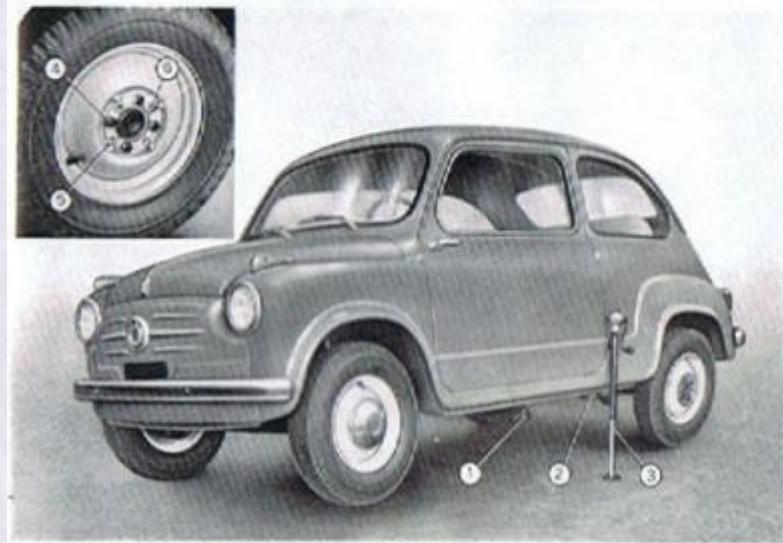

Fig. 52: Løftning af vognen med donkraft.
- a) Stop om muligt vognen på plan vej og læg stopkloden (1, fig. 52) under det baghjul, som skal blive stående på jorden. Håndbremsen virker ikke, når det ene baghjul er løftet fra vejbanen.
- b) Fjern hjulkapslen med hænderne eller ved hjælp af den medfølgende skruetrækker. Med hjulsvinget løsnes de fire mætrikker (4, fig. 52) en enkelt omgang.
- c) Donkraftens tap sættes i den dertil beregnede holder (2, fig. 52) under karrosseriet, og man løfter derefter vognen op, indtil det hjul, der skal skiftes, er fri af vejbanen.
- 5) Reservehjulet monteres, og man må sørge for, at styrestiften (6, fig. 52) kommer ind i hullet på hjulpladen. Sæt derefter boltene i og spænd dem jævnt over kors.